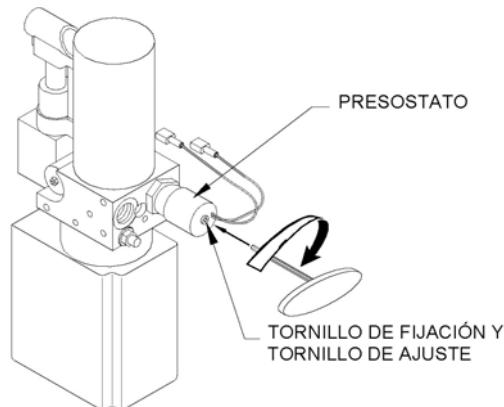

FIGURA 2-22: BOMBA HIDRÁULICA CON PRESOSTATO
- c. Consulte la **Figura 2-22**. Retire el tornillo de fijación de 1/4- 20 x 1.00" (tipo allen) del extremo del presostato para poder acceder al tornillo de ajuste. Guarde el tornillo para su reinstalación.